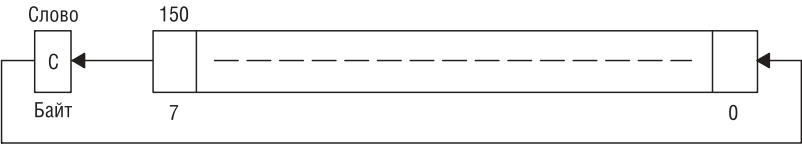

Рис. 3-15. Операнд получателя – сдвиг влево через перенос
Описание	Операнд получателя сдвигается влево на одну позицию, как показано на рис. 3.15. Бит переноса (C) сдвигается в младший бит LSB, а старший бит MSB сдвигается в бит переноса (C).